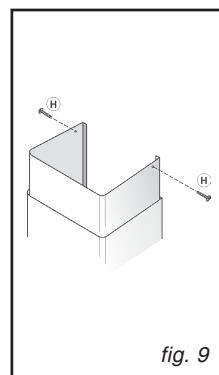

fig. 9
- Die Teleskoprohre montieren, indem sie auf die Haube gesetzt werden; das obere Rohr bis zur Decke anheben und mit den beiden Schrauben (H) befestigen (Abb. 9).